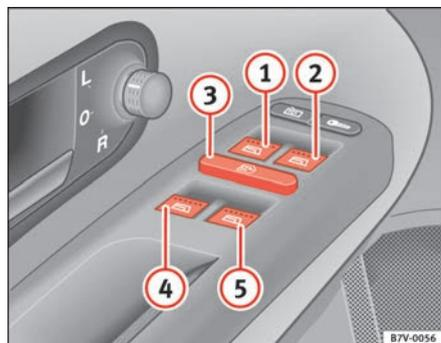

Fig. 64 Detalle de la puerta del conductor: teclas de los elevavinas delanteros y traseros
- Pulse la tecla ⇒ fig. 64 ①, ②, ④ o ⑤ para abrir la ventanilla correspondiente.
Mediante el mando de seguridad ⇒ fig. 64 ③ dispuesto en la puerta del conductor puede desactivar las teclas de los elevavinas de las puertas traseras.
La función de subida y bajada automática de los elevallunas eléctricos sólo puede manejarse mediante los mandos dispuestos en la puerta del conductor. Las teclas ⇒ página 108, fig. 64  y  tienen dos posiciones para la apertura de las ventanillas delanteras y otras dos para el cierre. De este modo es más fácil controlar las operaciones de apertura y cierre.